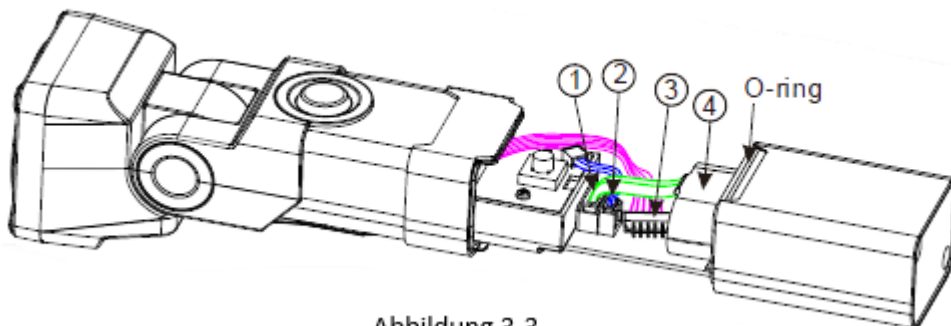

Abbildung 3-3
(Abbildung 3-3)
Schritt 4: Elektronikmodul herausziehen und den Stecker **1** abziehen, um den Akku **4** zu entfernen, dann den Akku durch einen neuen ersetzen (Abbildung 3-3).